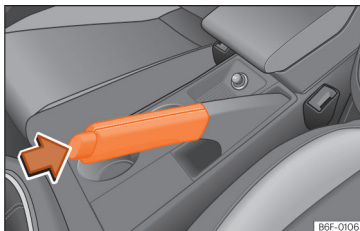

Abb. 116 Handbremse zwischen den Vordersitzen.
- Ziehen Sie den Handbremshebel nach oben >>> **[Abb. 116]**.
- Ziehen Sie den Hebel etwas nach oben, drücken Sie die Entriegelungstaste in Pfeilrichtung >>> **[Abb. 116]** und führen Sie den Handbremshebel ganz nach unten >>> **△**.